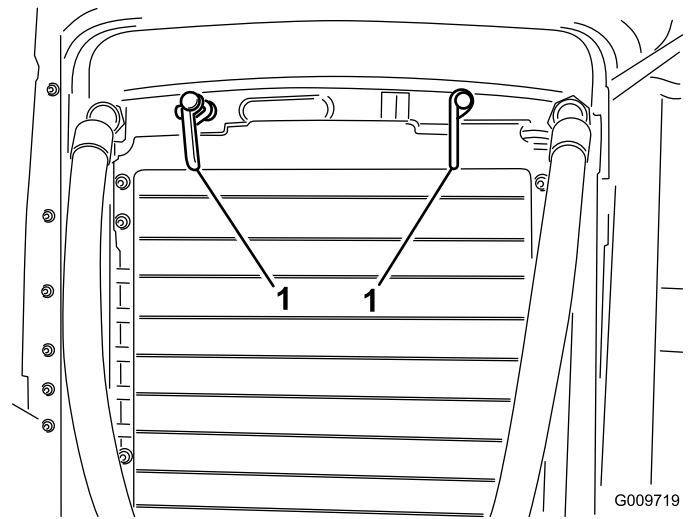

Figure 75
2. Tournez les verrous (Figure 75) qui fixent le refroidisseur d'huile au châssis.